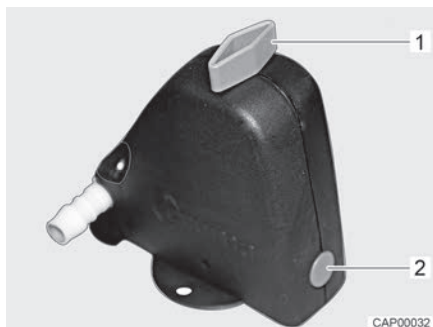
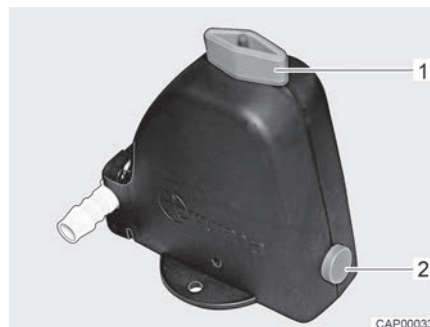

Fig. 145 Valvola di sicurezza/di scarico chiusa
Fig. 146 Valvola di sicurezza/di scarico aperta
- Aprire la valvola di sicurezza/di scarico (Fig. 145). A tal fine ruotare la manopola (Fig. 145,1) nel senso della lunghezza della valvola di sicurezza/di scarico. Il bottone automatico (Fig. 145,2) scatta all'infuori. La valvola di sicurezza/di scarico aperta è rappresentata in Fig. 146.